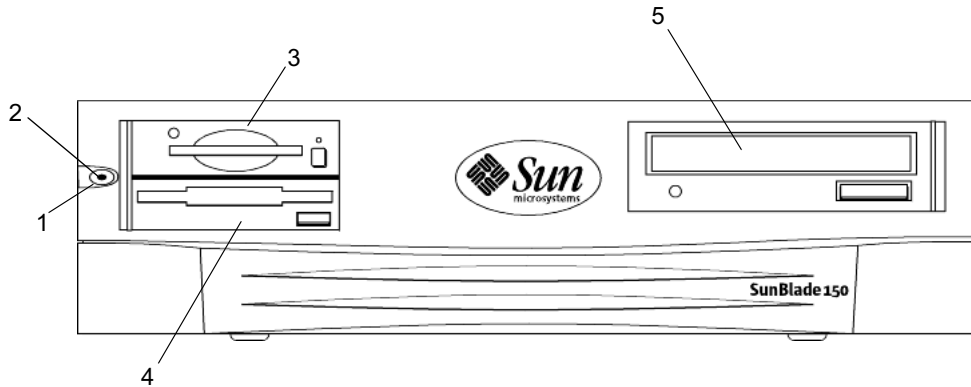

FIGURA 1-3 Descripción general del panel frontal
La lista numerada que se muestra a continuación se corresponde con la leyenda numérica de la FIGURA 1-3.
2. Pulse el interruptor de encendido de la estación de trabajo situado en el panel frontal y suéltelo (FIGURA 1-3).
El indicador LED del interruptor de encendido se ilumina después de que la estación de trabajo comience el proceso interno de inicio (FIGURA 1-3).